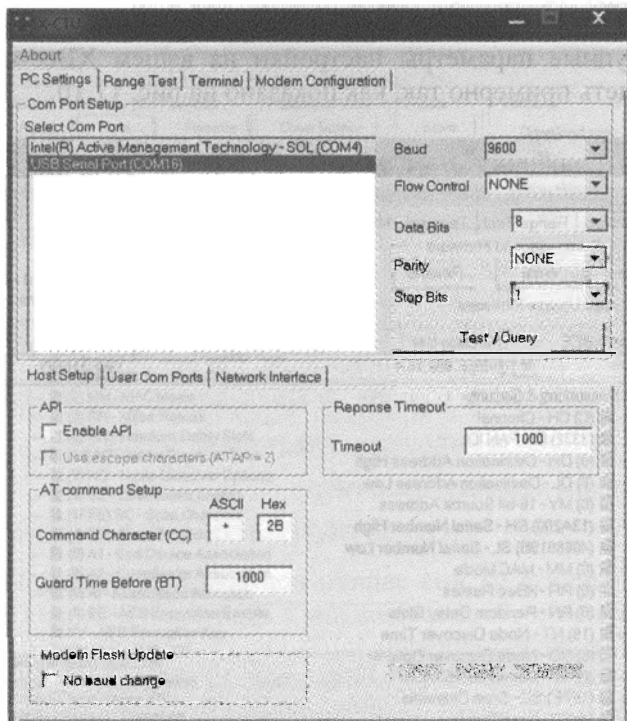
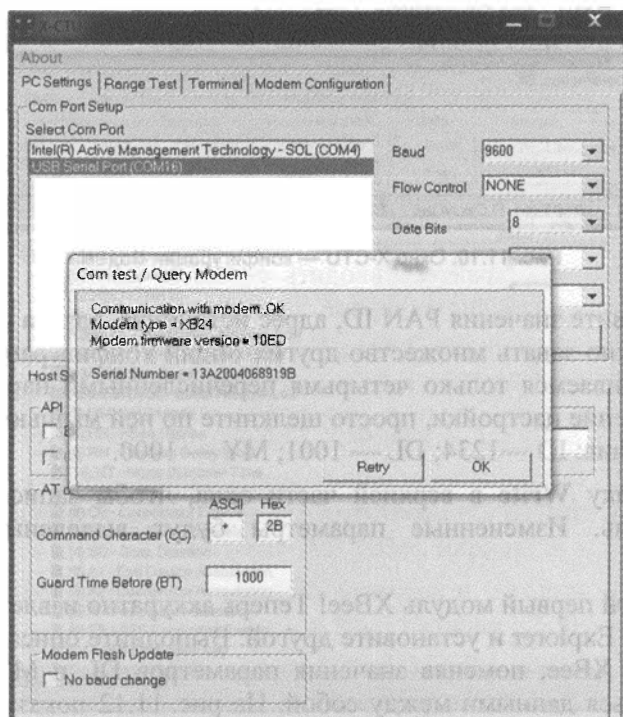

Рис. 11.8. Главное окно программы X-CTU
Рис. 11.9. Окно X-CTU — подтверждение запроса
1. Загрузите программу установки, установите X-CTU и запустите приложение. В результате появится окно, показанное на рис. 11.8. Слева будет выведен список доступных COM-портов.
2. Выберите COM-порт, к которому подключена ваш адаптер XBee Explorer и нажмите кнопку **Test/Query** (см. рис. 11.8). Если запрограммируете новый модуль XBee, по умолчанию настроенный на скорость 9600 бод, должно появиться окно подтверждения текущей информации о конфигурации, считанной с модуля (рис. 11.9).